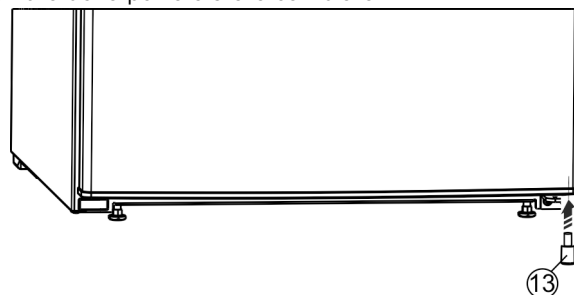

Fig. 26 *
- Reinserire il distanziatore Fig. 26 (13) a destra in basso nella porta in quanto risulta importante per la stabilità dell'apparecchio.*